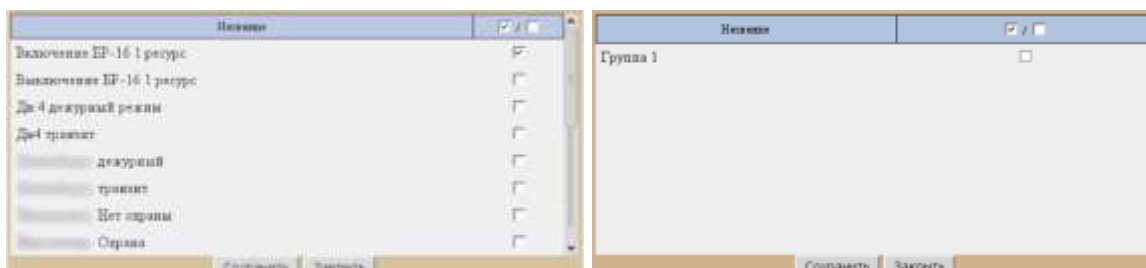

Рис. 68
4) проконтролировать отображение выбранного скрипта в заданной ячейке таблицы назначения реакций (Рис. 68).